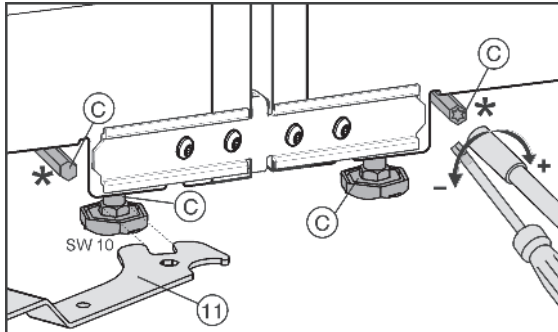

Fig. 8
Передние установочные ножки можно отрегулировать с помощью вилчатого ключа Fig. 8 (11) из комплекта поставки, задние установочные ножки* — с помощью отвертки Torx® 25.